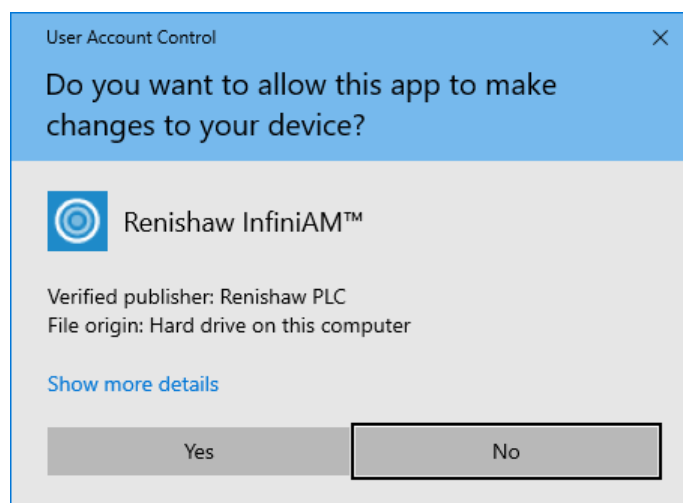

Figure 51 Sélectionnez Yes (Oui)
4. Cliquez sur **Yes** (Oui) (voir la Figure 51).